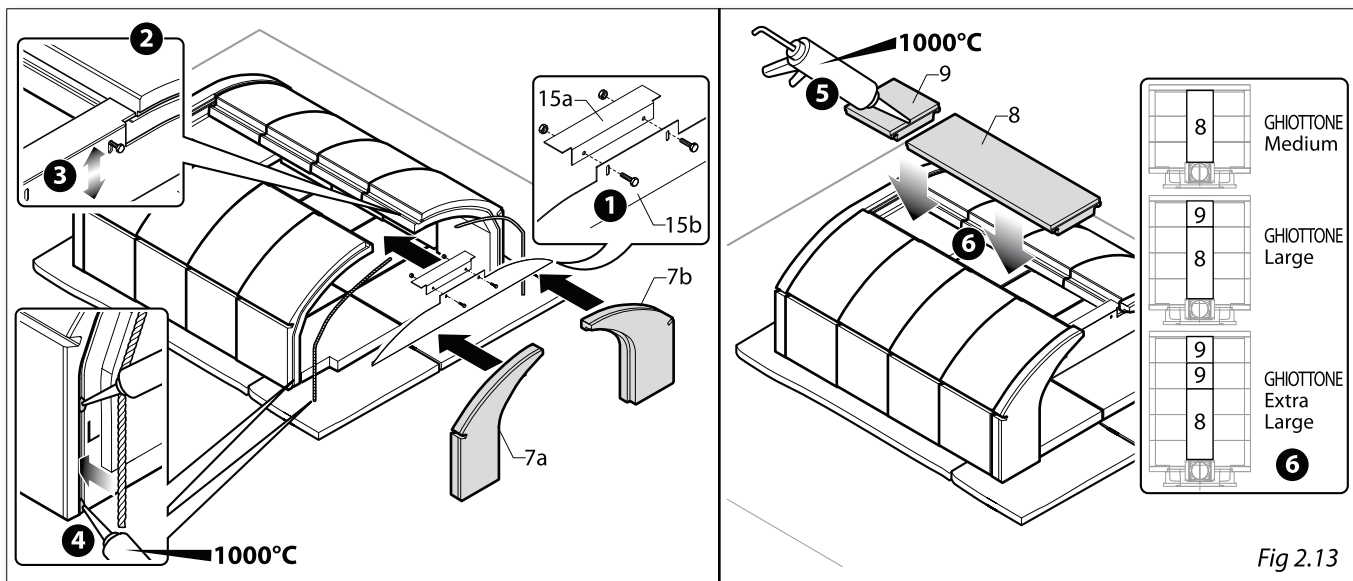

Fig 2.13
C) Unire gli elementi (15a-15b) senza serrare del tutto le viti (fig. 2.13 part.1), posizzionarli come nel dettaglio (fig. 2.13 part.2) e, se necessario, effettuare una regolazione verticale tramite le asole (fig. 2.13 part.3) poi serrare del tutto le viti.
Sistemare i due elementi frontali (7a-7b) interponendo tra essi e gli elementi laterali la cordina in fibra ceramica tenuta in posizione con dei punti di silicone resistente alle alte temperature - oltre 1000° - (fig. 2.13 part.4). Siliconare tra i coperchi (8-9) (fig. 2.13 part.5) e posizzionarli come indicato in figura (fig. 2.13 part.6).